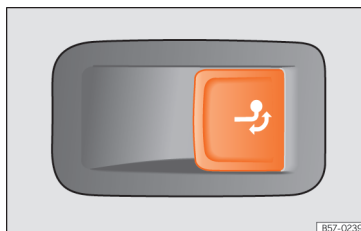

Abb. 221 Im Gepäckraum rechts: Taste zur Entriegelung der Anhängerkupplung.
- Ziehen Sie kurz an der Taste » » **Abb. 221**. Die Anhängerkupplung wird automatisch entriegelt und dreht selbsttätig heraus. Die Kontrollleuchte der Taste blinkt.
- Ziehen Sie kurz an der Taste »» **Abb. 221**. Die Anhängerkupplung wird elektrisch entriegelt.
- Wenn die Kontrollleuchte der Taste »» **Abb. 221** → *blinkt*, ist die Anhängerkupplung noch nicht vollständig eingerastet oder beschädigt »» ⚠.
- Wenn die Kontrollleuchte bei geöffneter Heckklappe »» **Abb. 221** → *dauerhaft leuchtet*, ist die Anhängerkupplung vollständig eingerastet, sowohl in eingezogener als auch in herausgeschwenkter Stellung.
- Drücken Sie keinesfalls die Taste »» **Abb. 221**, wenn ein Anhänger oder ein Gepäckträger oder anderes Zubehör auf der Anhängerkupplung eingehängt ist.